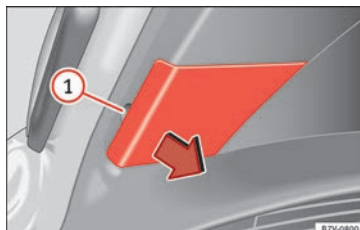

Fig. 111 En el portón trasero: quitar la cubierta.
2. Extraiga la cubierta cuidadosamente haciendo palanca con la parte plana del destornillador de las herramientas de a bordo » **fig. 100** por el rebaje » **fig. 111 ①**.